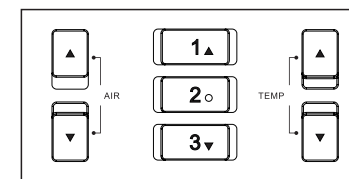

图 1-6
1. 取快捷温度：正常工作时，短按一下“1或2或3”键（如图1-6），可快速提取存储于“1或2或3”通道中的设置温度和风量的设定值。